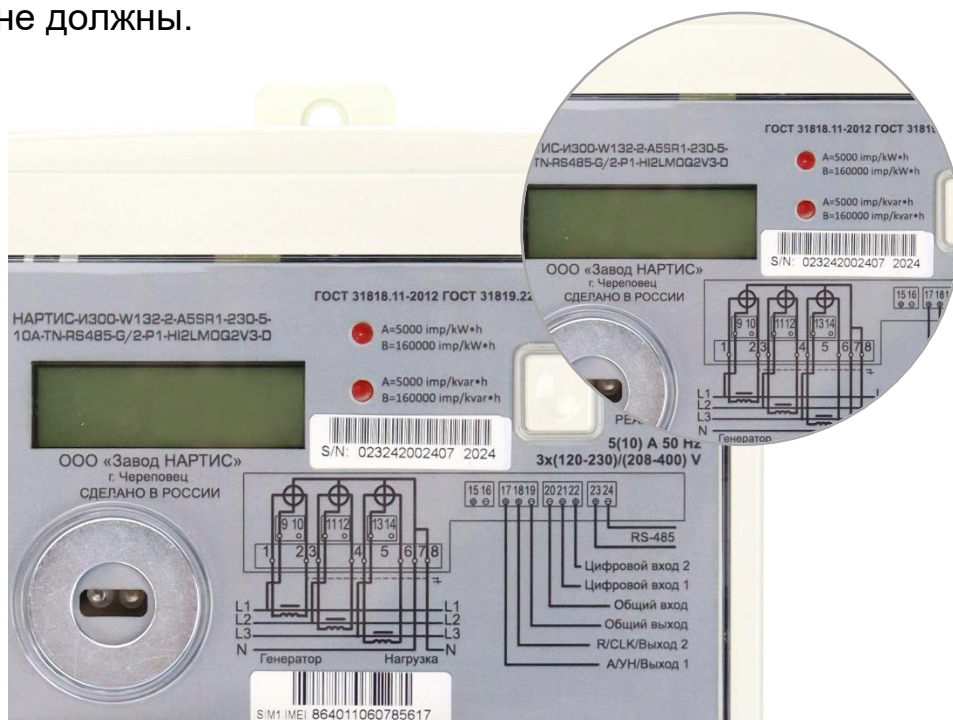

Рисунок 9 – Светодиодная индикация активного и реактивного импульсов
5.1 Подать питание и убедиться, что загорелись светодиодные индикаторы активного и реактивного импульсов (рисунок 9). При наличии соответствующей нагрузки индикаторы мигают, на дисплее циклически отображается информация потребления энергии по тарифам, текущее время, текущая дата. Значки низкого заряда батареи «» и реле «» отображаться не должны.